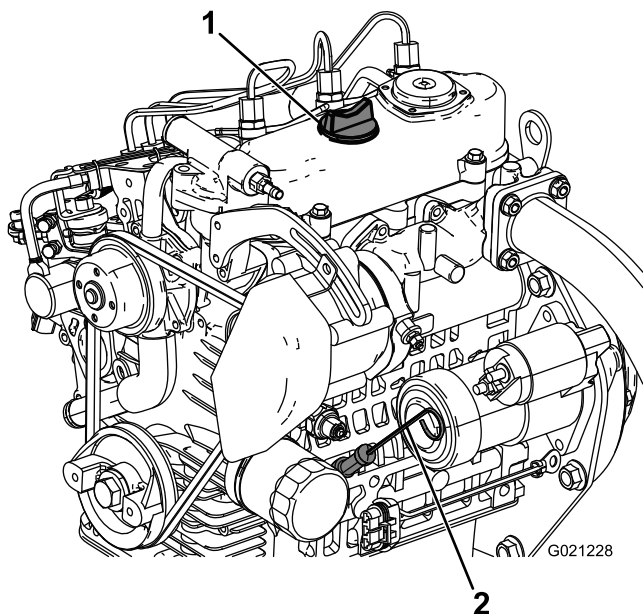

Bild 13
2. Nehmen Sie den Peilstab (Bild 13) heraus und wischen Sie ihn mit einem sauberen Lappen ab. Stecken Sie den Peilstab in das Rohr und stellen Sie sicher, dass er
3. Nehmen Sie bei einem niedrigen Ölstand den Fülldeckel (Bild 13) ab und gießen Sie genug Öl in die Öffnung, bis der Ölstand die Vollmarke am Peilstab erreicht.